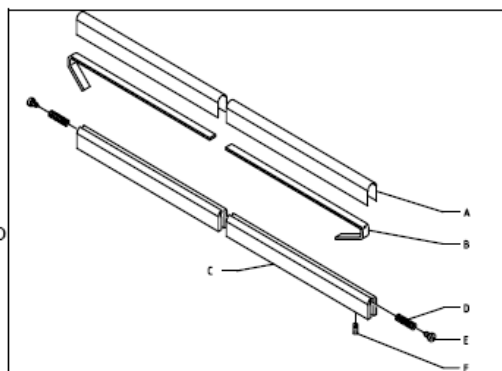

Fig. 8-5: Replace wire
Quitar los alambres viejos: (Fig. 8-5):
2. Saque la cinta de teflón(A) que está adherida a la barra (Fig. 8-5).
3. Quite los tornillos(F) a ambos lados de la barra de sellado. Esto libera los alambres(B)